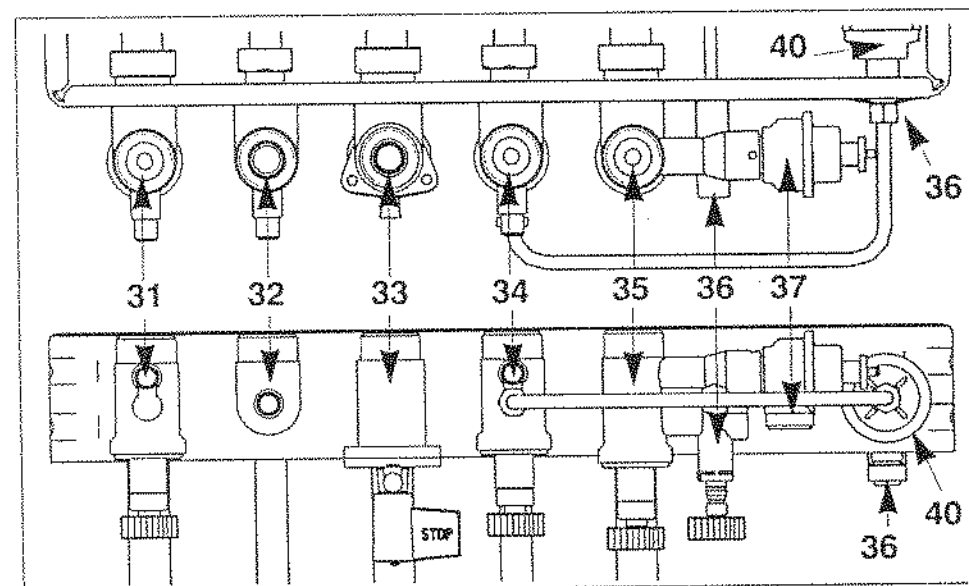

Fig. 22 - vues de dessus et de face
## Traverse robinetterie (fig. 22)
3. Ouvrez l'arrivée du gaz en tournant le robinet gaz "33" (fig. 22, page 19), sur la position « 🔥 ».
- Coupez l'arrivée du gaz en tournant le robinet "33" (fig. 22, page 19), sur la position « STOP ».
*Dans certains cas d'installation, il est possible qu'il se produise, après puisage d'eau chaude, un léger réchauffement de la canalisation (et éventuellement d'un radiateur). Pour l'éviter, il suffit de fermer le robinet départ chauffage "31" (fig. 22, page 19).*